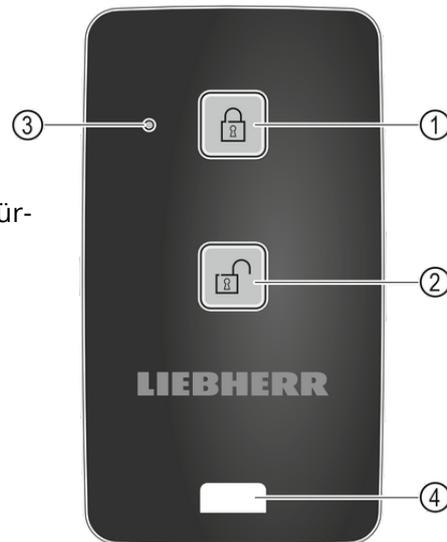

Fig. 165
- (1)Schloss verriegeln
- (2)Schloss entriegeln
- (3)Status LED
- (4)Befestigungsöse
uTaste Fig. 165 (1) auf der Fernbedienung drücken.
uTaste Fig. 165 (2) auf der Fernbedienung drücken.
uStatus-LED Fig. 165 (3) gibt bei Tastendruck eine optische Rückmeldung.
uÖse Fig. 165 (4) zur Befestigung der Fernbedienung, zum Beispiel an einem Schlüsselbund.